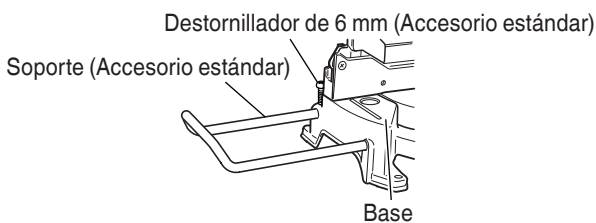

Fig. 9
- Tal y como se indica en la Fig. 9, instale el soporte en los orificios del lateral de la base y apriételo con un destornillador de 6 mm (Accesorio estándar).